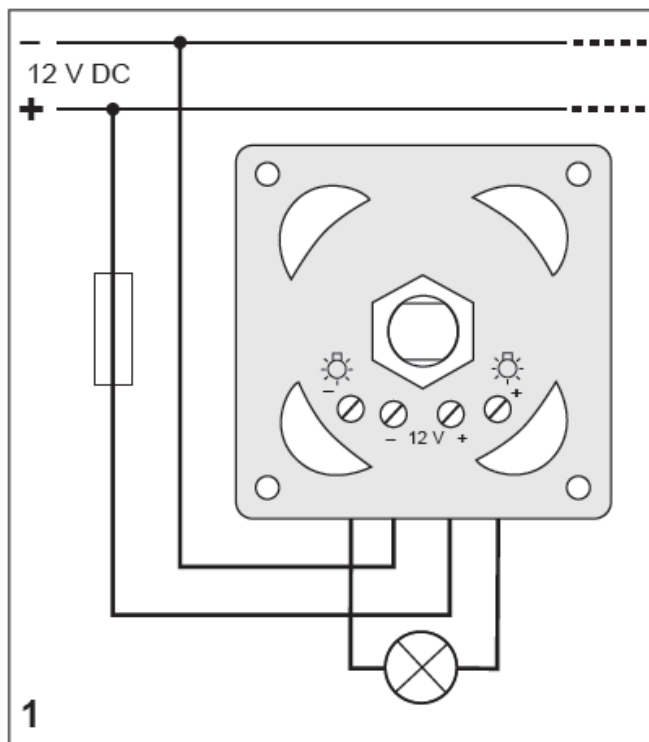

Bild 1
- Drehdimmer anschließen (Bild 1).